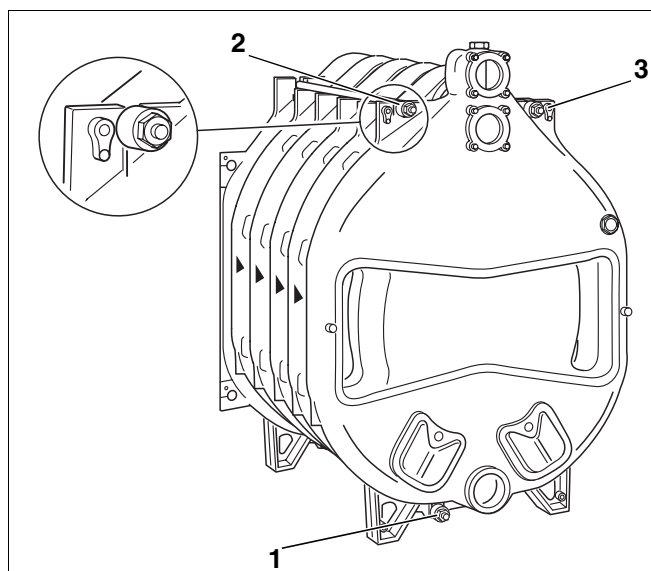

Fig. 17 Montasje – ankerstag
- Sett de tre ankerstagene med monterte fjæringspakker inn i knastene i riktig posisjon (fig. 17, pos. 1, 2 og 3).